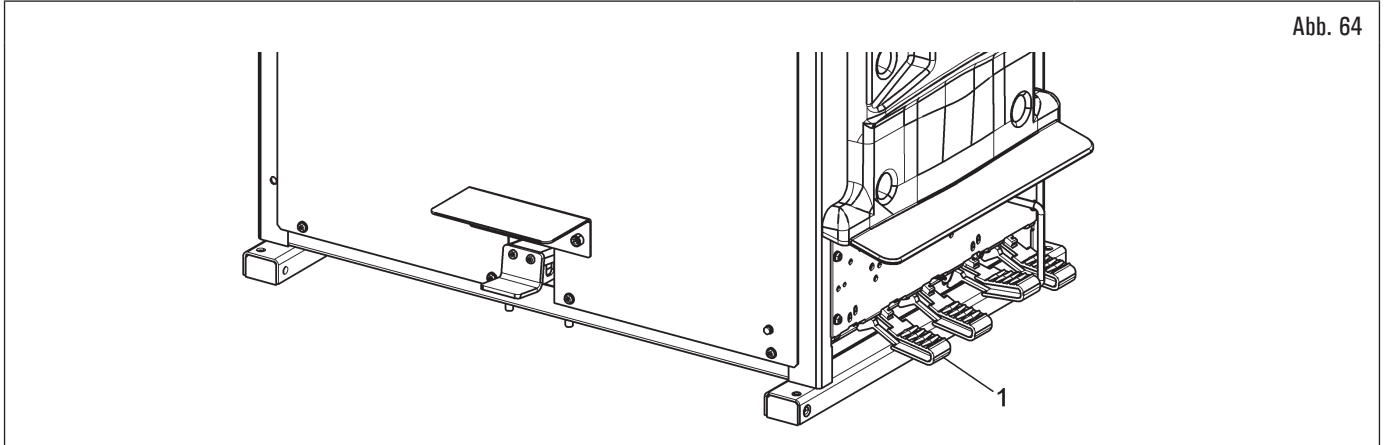

Abb. 64
1. den Arbeitsarm, durch Betätigen des Pedals (Abb. 64 Pkt. 1) in die Arbeitsposition bringen;
7. nach erfolgter Montage den Arm entfernen, um ihn durch Betätigen des passenden Pedals (Abb. 64 Pkt. 1) in Ruheposition zu bringen;